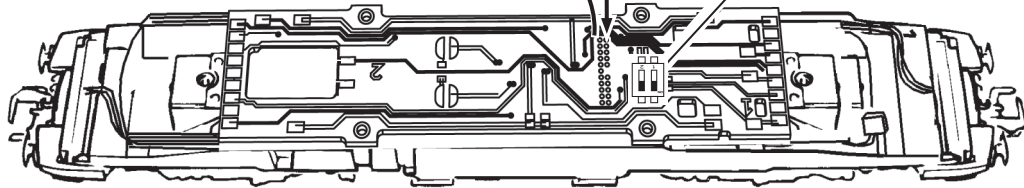

Fig. 8
**2. Schmierung:** Versehen Sie die im Schmierplan in Fig. 8 gekennzeichneten Stellen mit nur **kleinen Öltröpfen**. Dazu zuerst das Lokgehäuse abnehmen (Fig. 3). Wir empfehlen den **ROCO Öler Art.-Nr. 10906**. Fürs Schmieren der Getriebeteile (Zahnräder, Schnecke) empfehlen wir das **ROCO-Spezialfett Art.-Nr. 10905**. Im Falle der Schmierung diese Teile **nicht ölen**.
**2. Lubrication:** Apply **tiny oil drops** to spots marked in fig. 8. Prior to lubrication dismantle locomotive (fig. 3). We recommend using item no. **10906, Roco oiler**. For lubrication the gearparts (e.g. cogwheels, worm) we should recommend our Roco **special grease** (item no. **10905**).
**2. Graissage:** N'appliquez **qu'une toute petite goutte** aux endroits indiqués par le plan de graissage (fig. 8) après avoir démonté la caisse de la locomotive (fig. 3). Nous vous recommandons **le graisseur à huile Roco réf. 10906**. Pour graisser les engrenages (roues dentées, vis sans fin) nous vous conseillons la **graisse spéciale Roco réf. 10905** pour engrenages en matières synthétiques. Lorsque vous utilisez cette graisse il faut éviter d'huiler ces composants.